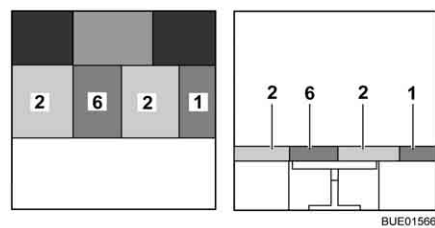

Bild 106 Efter ombyggnaden
- Lägg extradynan (Bild 106,6) på bordet.
- Skjut den högra sittdynan (Bild 106,2) mot extradynan.
- Lägg en ryggdyna (Bild 106,1) mellan sittdynan (Bild 106,2) och sidoväggen.